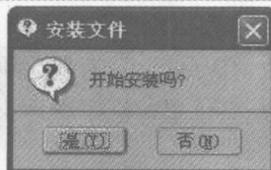

图 1-22
Step 11 在出现的如图 1-22 所示的“安装文件”对话框中单击“是(Y)”按钮，开始进行软件的安装。